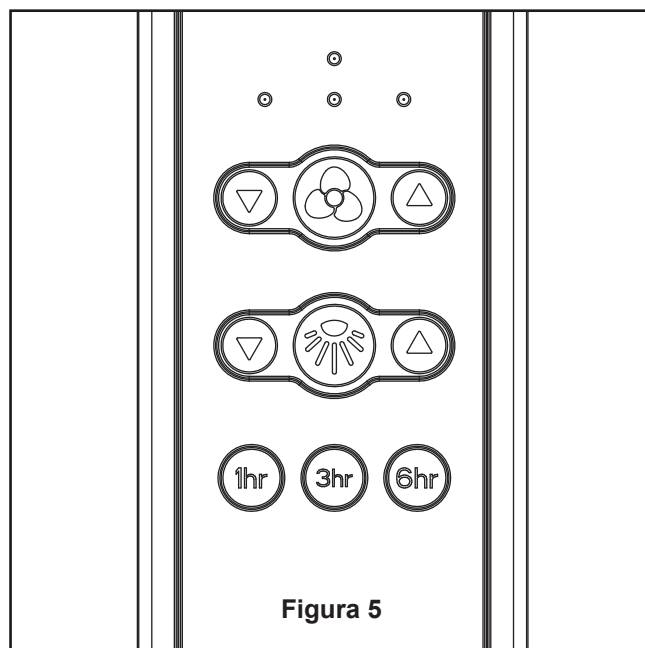

Figura 5
- ☐ 3. Usando los dos #8-32 tornillos y las arandelas planas sujetan firmemente el unidad de soporte del ventilador a la caja de conexiones del techo como se muestra. (Figura 5)
- ☐ 5. Extraiga uno de los tres tornillos del ensamble de la placa de iluminación. Guarde el tornillo para después y afloje levemente los otros dos tornillos. (Figura 5)
5. Funciones del control remoto: (Figura 5)